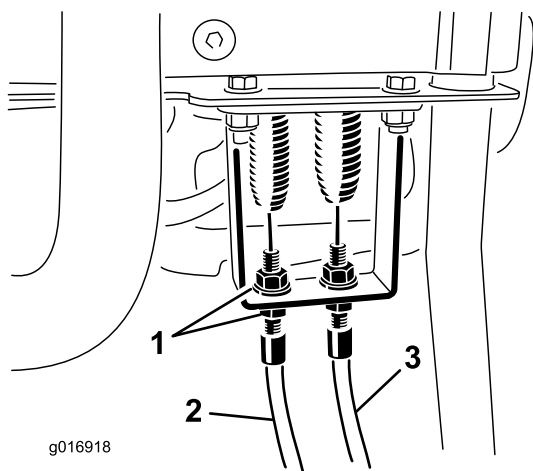
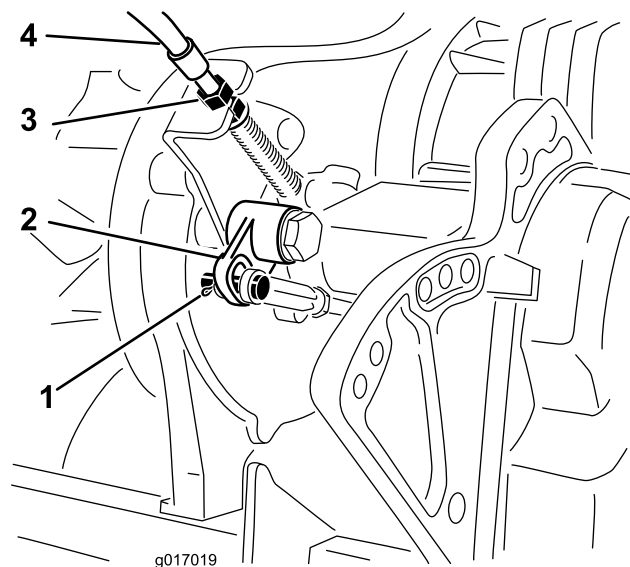

Figure 45
Figure 46
2. Vérifiez si le câble de commande de déplacement est détendu au niveau du ressort d'extension (Figure 45). S'il est détendu, ajustez les écrous de blocage au niveau du tablier (Figure 46) pour supprimer le mou du câble sans étendre le ressort.
4. Retirez la goupille fendue et l'axe de chape qui fixent la tige du levier coudé au levier coudé. Détachez la chape du levier coudé (Figure 46).
7. Au niveau du tablier de la transmission (Figure 46), ajustez les écrous de blocage du câble pour augmenter la distance jusqu'au levier coudé pour tenir compte du changement effectué.
8. En réglant le câble au niveau du tablier du panneau de commande, réglez les écrous de blocage de manière à éliminer le mou éventuel du câble sans étendre le ressort (Figure 45).
3. Au niveau du tablier de panneau de commande, desserrez le câble de commande du cylindre pour détendre le câble (Figure 45).